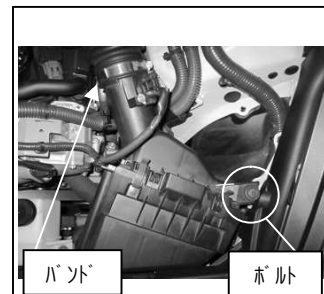

図 4
- ⑤同様に LH も取り外します。図 4 参照。
- ⑥クリーナーBOX からエアフロセンサを取り外します。